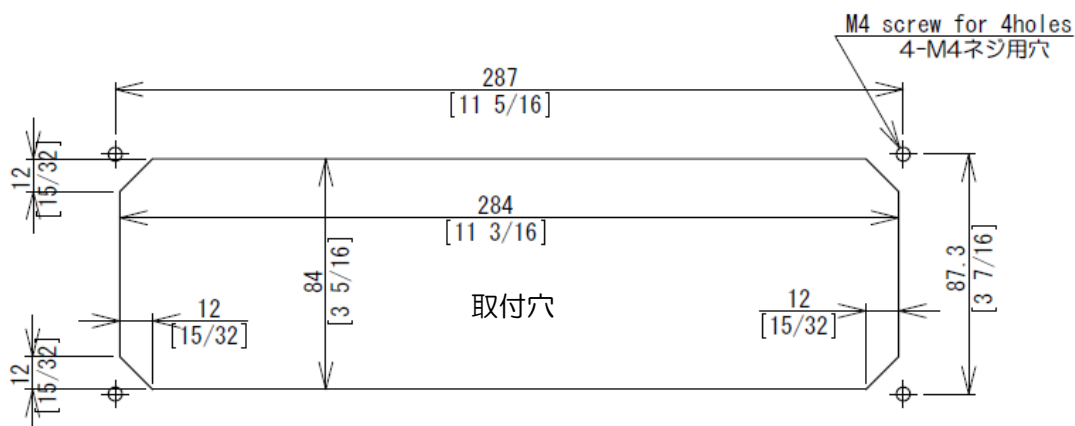

図 2.5 操作部のフラッシュマウント取付穴加工図
- (1) 設置場所に取り付穴をあけます。(図 2.5 参照)
- (2) 操作部枠の四隅にあるプラスチック製のコーナーキャップを外します。(上に引き抜くと簡単に外れます)
- (3) 操作部と取付穴が合うか、ハメ合わせを確認します。不具合があれば取付穴を修正します。
- (4) 操作部と接続ケーブルを開口穴に入れ、操作部を取り付け面と平衡になるようにします。
- (5) 操作部を設置する場所(取付穴)にはめ込み、4mm のタッピングネジ(または M4 なべ小ネジ)4 本で固定します。(4mm ネジは取り付け部の厚さに応じたネジを手配してください)
- (6) (2)項で外したコーナーキャップを差し込みます。